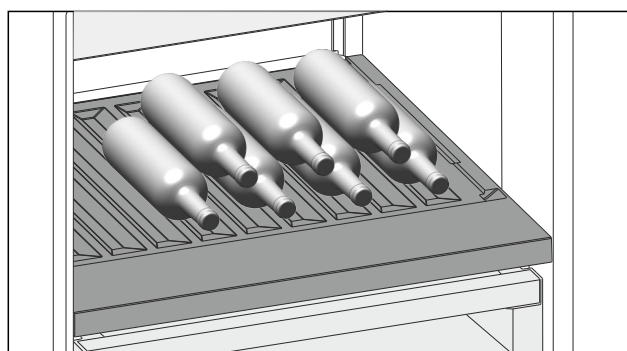

Fig. 123
- Поставяйте бутилките с дъното назад към задната стена. (виж Fig. 123)